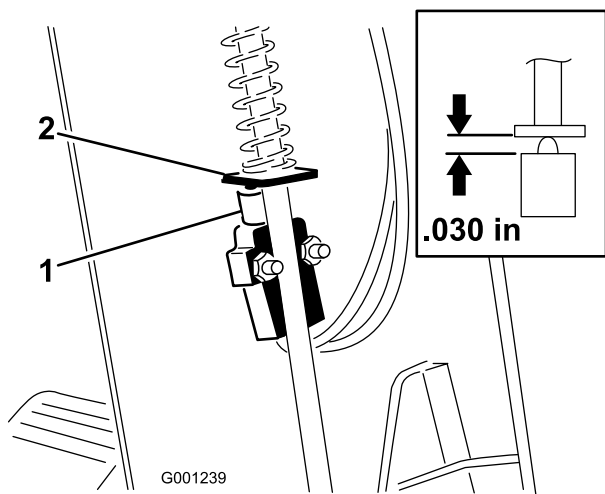

Figura 71
3. Mueva la cubierta por la columna de dirección para dejar expuesto el soporte del pivote (Figura 71).
5. Alinee el tope de la varilla del freno de estacionamiento con el émbolo del interruptor (Figura 71)..
6. Presione hacia abajo la varilla del freno de estacionamiento y empuje hacia arriba el interruptor hasta que la longitud comprimida del émbolo del interruptor sea de 0,7 mm; consulte la Figura 71.